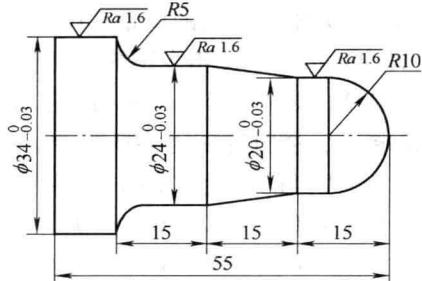

图1-5 球面锥度轴
1) 零件图(见图1-5)。图1-5所示零件的毛坯为Φ36mm棒料,工件材料为尼龙,生产数量为小批量生产。试编制工件的加工程序并加工。
- ①车端面(手动)。
- ②外圆粗车,循环切削。
- ③外圆精车,循环切削。
- ④切断。